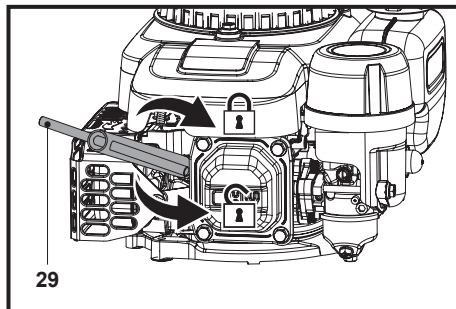

Fig. 21
2. Slăbește bujia rotind-o în sens antiorar cu cheia de bujie (29) și scoate-o cu atenție (Fig. 21).